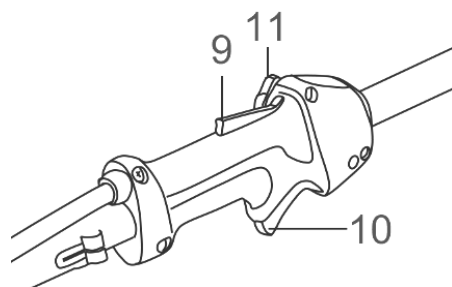

Fig. 13
- 5) Rode a alavanca de estrangulamento para a posi  o de funcionamento quando o motor ligar (Fig. 13).